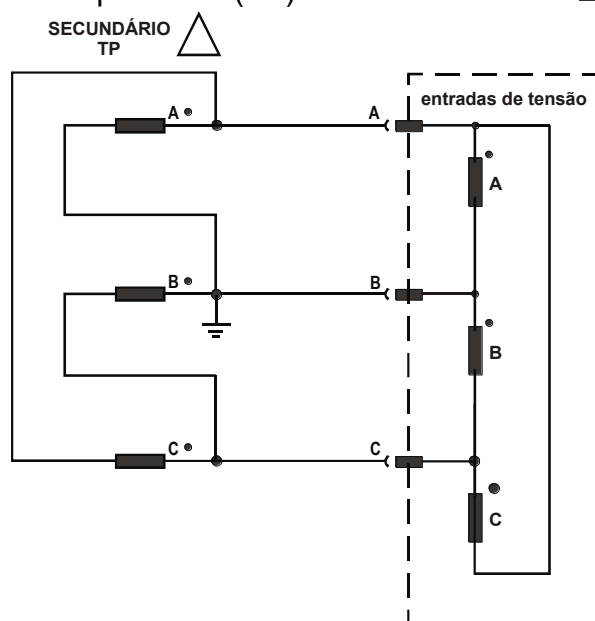

Figura 6: Conexão das entradas de tensão.
- Secundário do transformador de potencial (TP) fechado em delta -  $\Delta$  (vide figura 6);